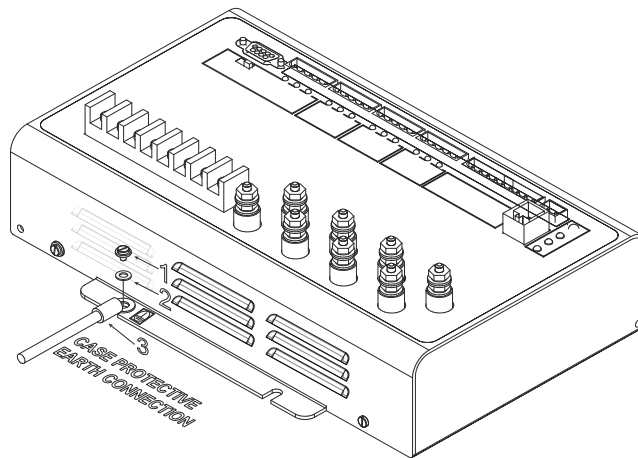

Figure 4.1: Meter Case's Earth Ground Connection
To comply with UL standards, the meter case must be connected to a reliable protective earth available within the installation area. For this connection use minimum #14 AWG wire crimped to a ring terminal(3) with a dedicated tool. Fasten the ring terminal(3) to the lower left slot of the meter case with minimum #6 metal screw(1) and star washer(2), as is shown in Figure 4.1.
Pour se conformer aux normes UL, le boîtier du compteur doit être connecté à une terre de garde fiable disponible dans la zone d'installation. Pour cette connexion, utilisez un fil d'un minimum no.14 de calibre américain des fils serti à une cosse à anneau(3) avec un outil spécialisé. Fixez la cosse à anneau(3) à l'emplacement inférieur gauche du boîtier du compteur avec une vis à métaux(1) et une rondelle en étoile (2) d'un minimum de no.6, tel qu'indiqué dans la figure 4.1.